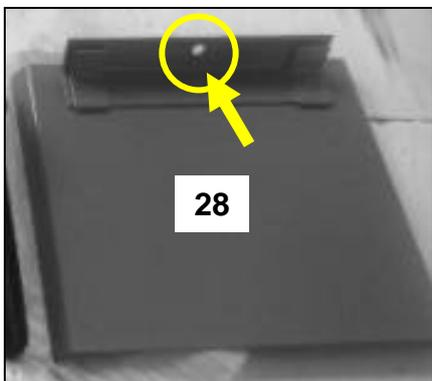

Fig 24
La plaque (28) (Fig 24) sert à récupérer les copeaux et le liquide qui peuvent être projetés hors du bac de récupération lors des coupes d'onglets, et éviter ainsi que le sol soit souillé.